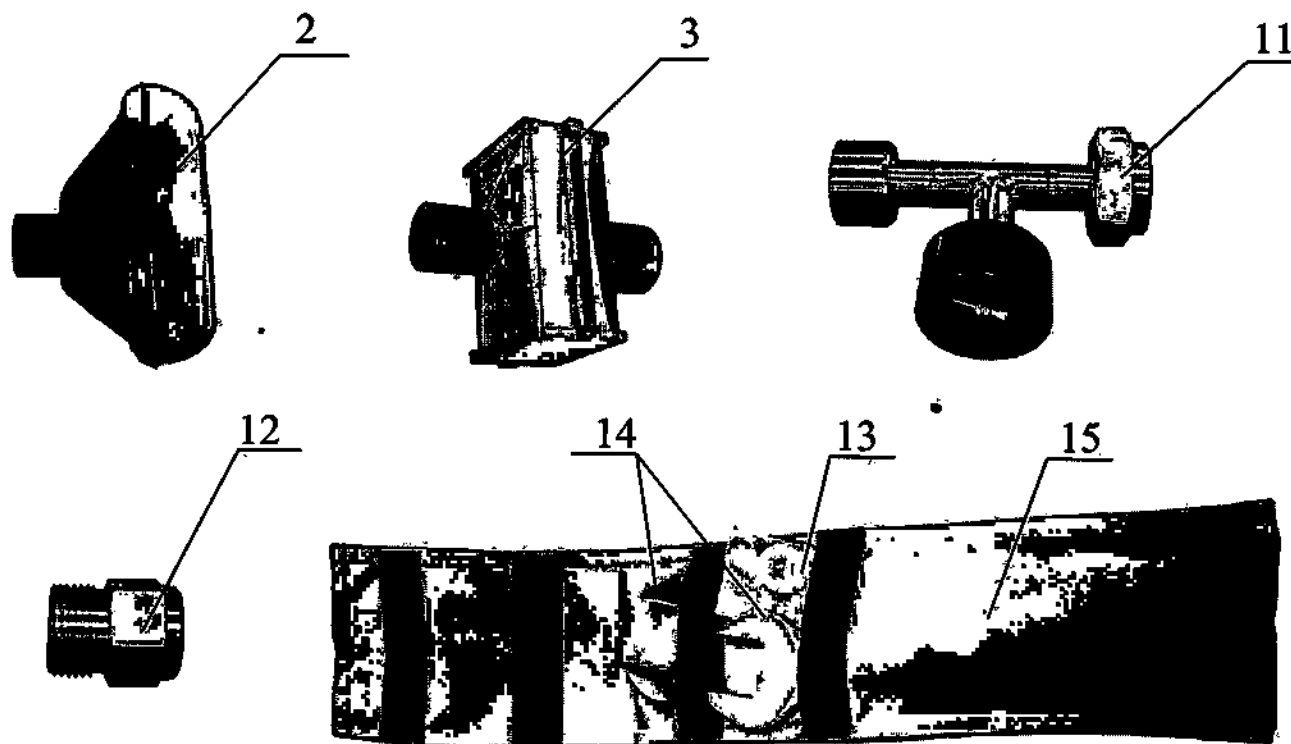

Рисунок 3 – Комплект ЗИП
1.5.1 Для выполнения работ, необходимых при эксплуатации ингалятора и проведения технического обслуживания, прилагается комплект ЗИП (Рисунок 3).